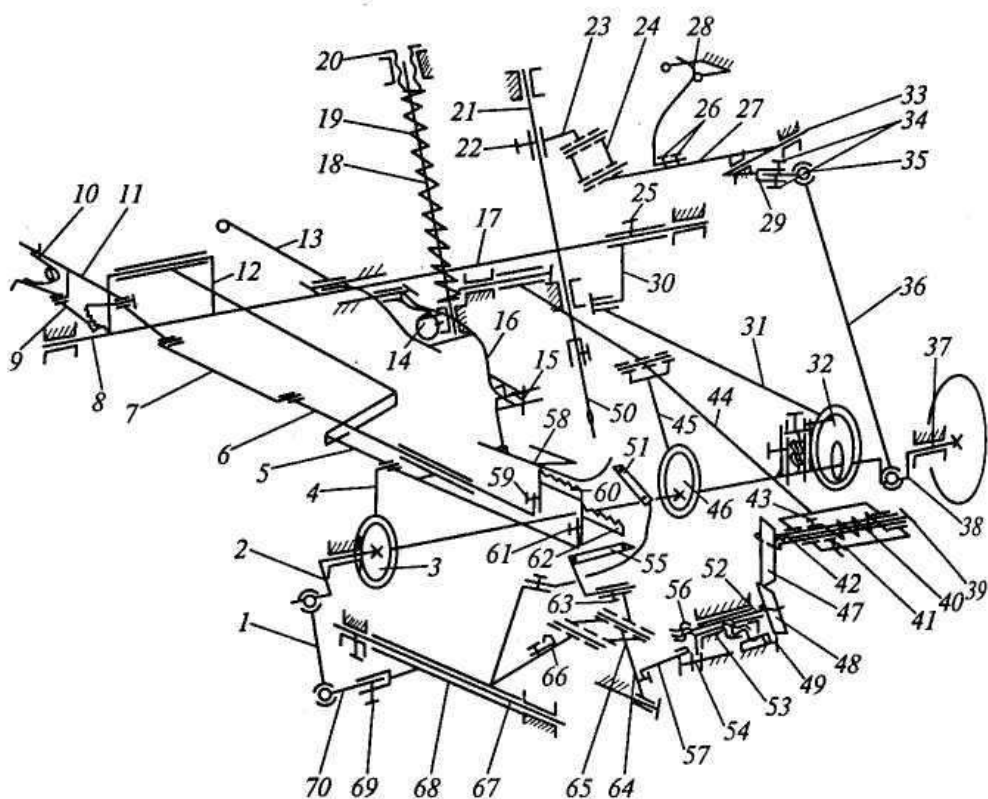

Рисунок 18 – Кинематическая схема швейной машины класса 51
- высота иглы устанавливается по нижнему положению иглы в момент захвата игольной нитки нижним петлителем. Для регулирования высоты иглы игловодитель 21 смещают по высоте после ослабления стягивающего винта 22 на поводке 23 (рис.18);
- длину стежка – поворотом винта 2 (рис. 18) в эксцентрик продвигания после ослабления стопорного винта 3. После регулировки стопорный винт 3 необходимо завернуть;